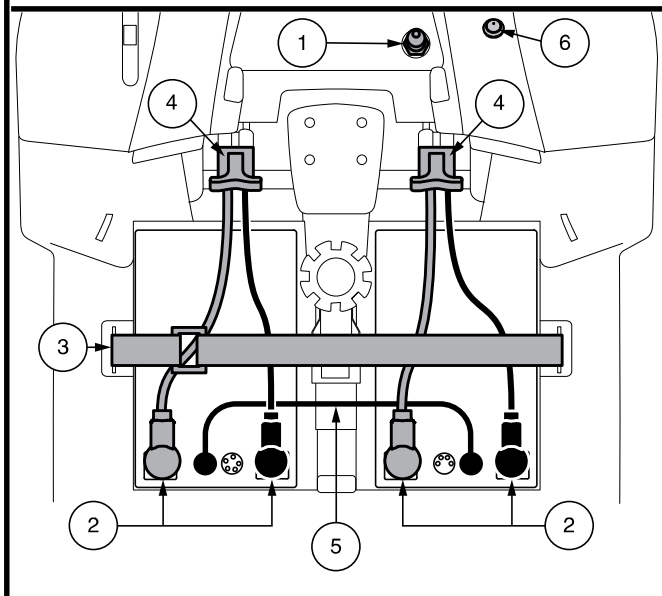

Abb. 12. Batterie Ausbau/Einbau Batteriepole und stecker
3. Bei allen *Modellen AUSSER 614 und 714* ziehen Sie bitte das von vorne nach hinten verlaufende Kabel ab. Entfernen Sie beide Batteriekabel, indem Sie jedes Kabel aus seinem Gegenstecker ziehen. **Siehe Abb. 12.**
6. Legen Sie in jedes Batteriefach eine neue Batterie ein. Drehen Sie die Batterieklemmen jeder Batterie von der Sattelstütze weg, so dass die positiven (+) und negativen (-) Batterieklemmen wie in **Abb. 12** angezeigt positioniert sind.
**WARNUNG!** In einer Notsituation können die Batterien schnell getrennt werden, indem der Not-Batterietrennriemen nach VORN gezogen wird. Lass Vorsicht walten. Beachten Sie, dass das Ausschalten des Scooters dazu führen kann, dass der Scooter abrupt anhält. Um den Notstopp zu lösen und die Fahrfähigkeit des Scooters wiederherzustellen, entfernen Sie den Sitz und die Batterieabdeckung und schließen Sie den Batteriestecker wieder an, wie in Abb. 12 gezeigt.
*HINWEIS: Stellen Sie (falls vorhanden) sicher, dass sich der Batterietrennschalter in der Position „Ein“ (-) befindet, bevor Sie die Batterie Ihres Fahrzeugs laden. Die Batterie wird NICHT aufgeladen, wenn sich der Batterietrennschalter in der Position „Aus“ (O) befindet. Siehe Abbildung 12.*
**WARNUNG!** In einer Notsituation können die Batterien schnell abgeklemmt werden, indem der Batterietrennschalter in die „Aus“-Position gedrückt wird, wodurch der Knopf herauspringt. Lass Vorsicht walten. Beachten Sie, dass das Abschalten der Stromversorgung des Scooters dazu führen kann, dass der Scooter abrupt stoppt. Um den Notstopp zu lösen und die Fahrfähigkeit des Elektromobils wiederherzustellen, drücken Sie den Batterietrennknopf noch einmal und drücken Sie ihn nach unten in die „Ein“-Position. Siehe Abbildung 12.